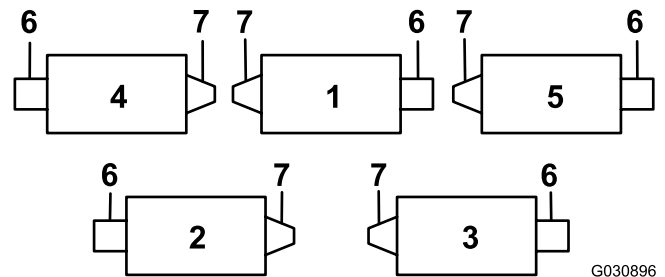

**Figura 5**
- C. Monte o parafuso no tubo da mola no separador oposto na estrutura de suporte e prenda com a porca flangeada. Posicione a cabeça do parafuso para o lado exterior do separador como se mostra na Figura 5.
- D. Monte o suporte da barra nos separadores da unidade de corte com os parafusos e porcas da carroçaria (Figura 5).